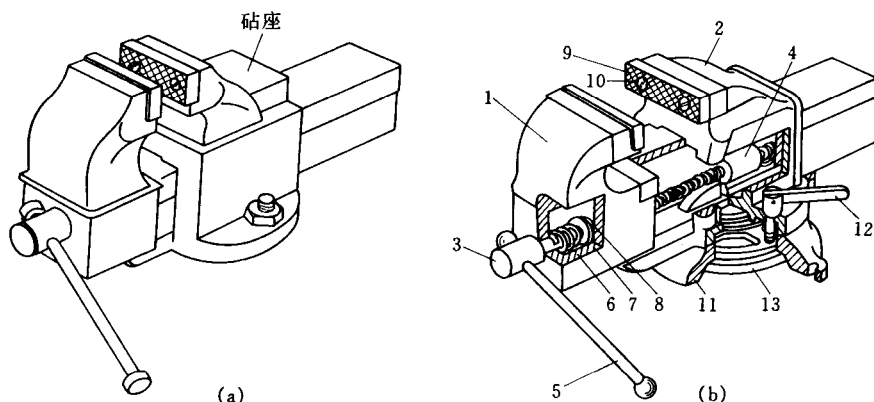

图 0-1 台虎钳
(1) 台虎钳(图 0-1) 台虎钳是用来夹持工件的通用工具。有固定式和回转式两种类型。图 0-1 (b) 为回转式台虎钳，其构造和工作原理如下。